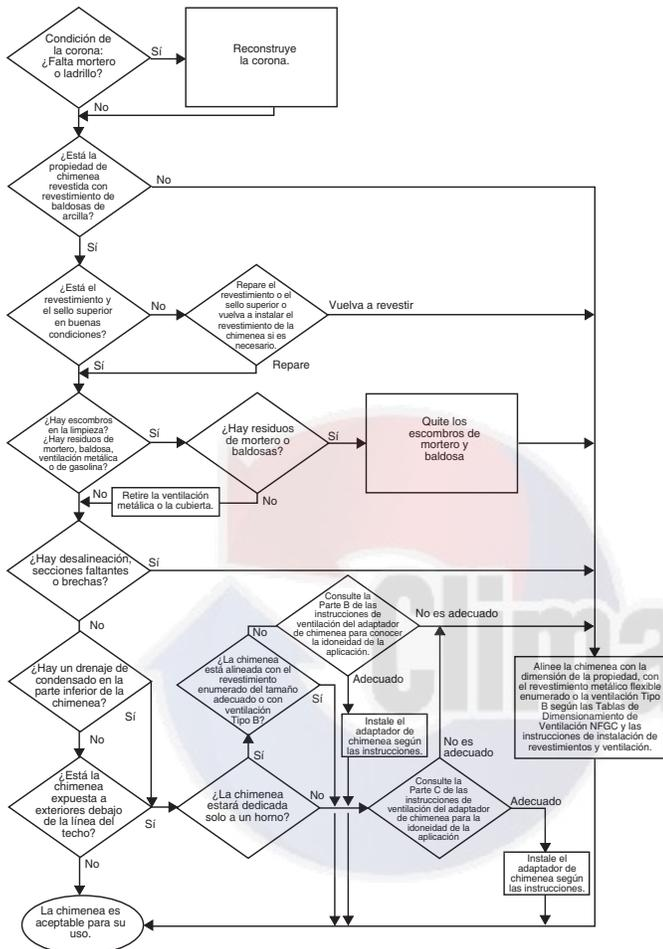

Fig. 30 – Gráfico de inspección de chimenea
- No ventile este dispositivo en una chimenea de mampostería sin revestimiento. (Consulte la Tabla de Inspección de la Chimenea en la Fig. 30).
Las inspecciones antes de la venta y en el momento de la instalación determinarán la aceptabilidad de la chimenea o la necesidad de reparación o (volver a instalar) el revestimiento. Consulte la Fig. 30 para realizar una inspección de la chimenea. Si la inspección de una chimenea revestida de baldosas usada previamente: